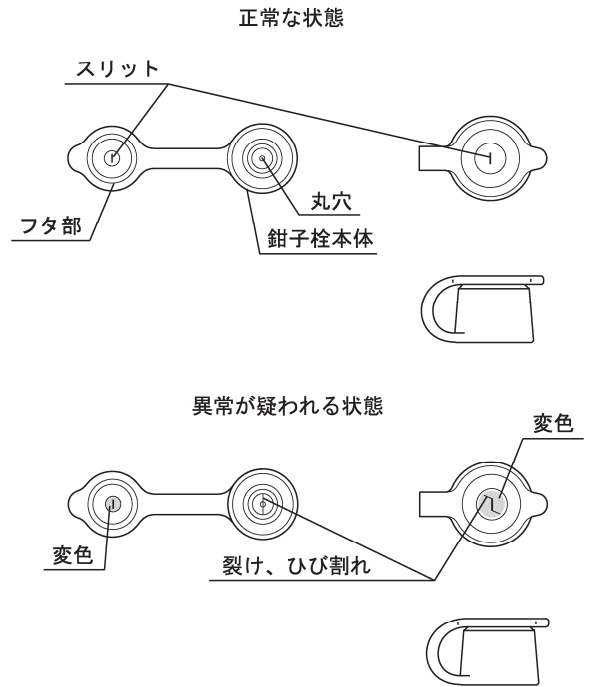

図 3
11. 鉗子栓のフタ部のスリットまたは鉗子栓本体の丸穴に裂け、ひび割れ、変形、変色などの異常がないことを目視で確認すること（図 3 参照）。